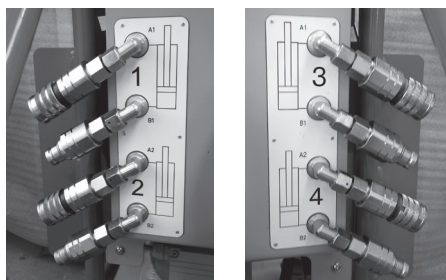

Fig. C1.04
- Gli attacchi dei raccordi rapidi sull'unità sono contrassegnati chiaramente (A1–A2, B1–B2). (Fig. C1.04)